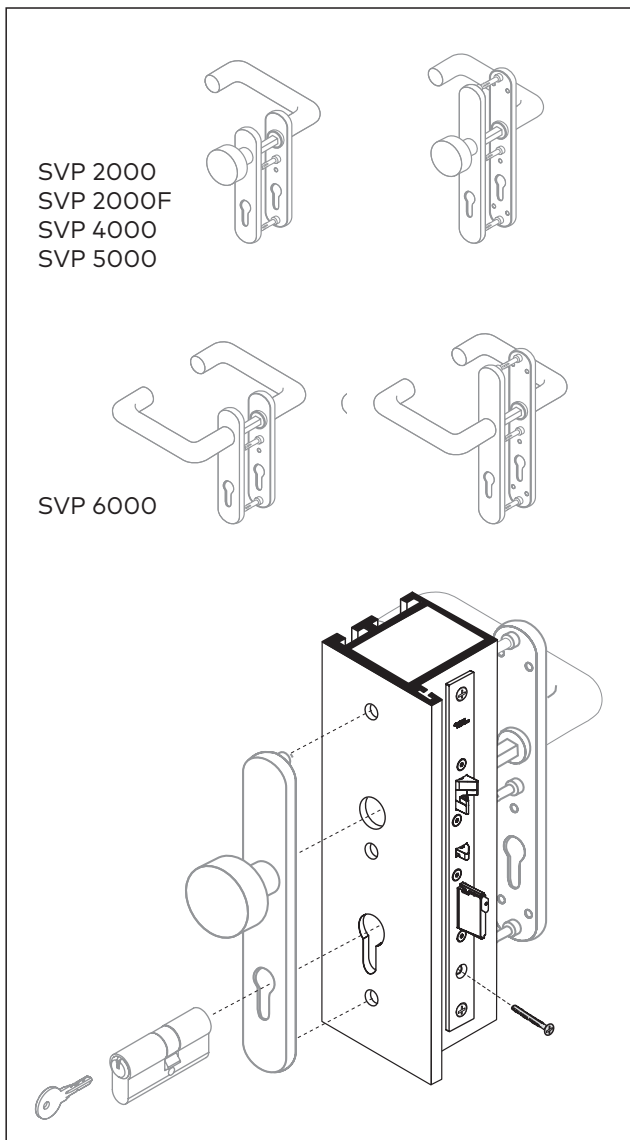

Abb. 18 Türdrücker und Schließzylinder montieren
4. Den Türdrücker und den Schließzylinder montieren (Abb. 18).